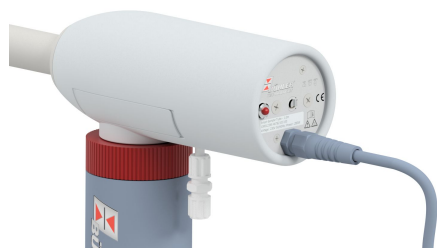

Fig. 1
- Retire el tapón de la cubierta de la sonda (fig. 1 y 2)